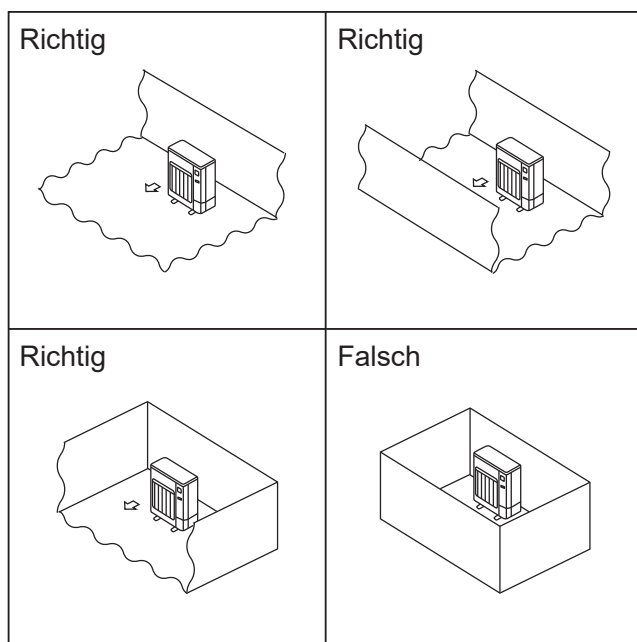

Fig. 2-2
- Ⓔ Installieren Sie Außenanlagen an einem Ort, an dem wenigstens eine der vier Seiten offen ist, und in einem ausreichend großen Raum ohne Senken. (Fig. 2-2)